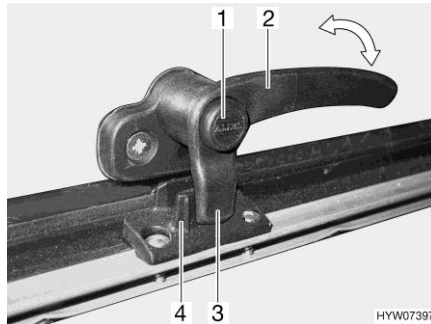
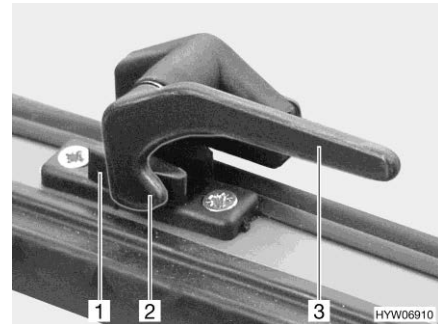

Bild 94 Låsarm med låsknapp i läget "stängd"
Bild 95 Låsarm i läget "stängd"
- Tryck på låsknappen (Bild 94,1) om sådan finns och håll den nedtryckt.
- Sväng låsarmen (Bild 94,2 eller Bild 95,3) ett kvarts varv mot fönstrets mitt.
- Sväng låsarmen (Bild 94,2 eller Bild 95,3) ett kvarts varv mot fönsterkar-men. Låsspaken (Bild 94,3 eller Bild 95,2) på låsarmen sitter helt på fönsterlåsets insida (Bild 94,4 eller Bild 95,1).
- I läget "helt stängt" (Bild 94 och Bild 95)